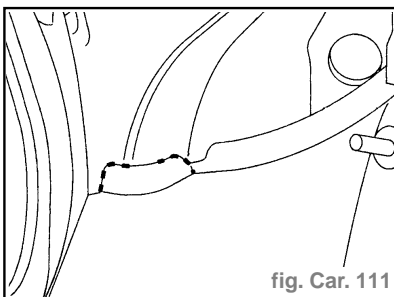

fig. Car. 111
- Souder par cordons successifs au MIG (fig. Car. 111).